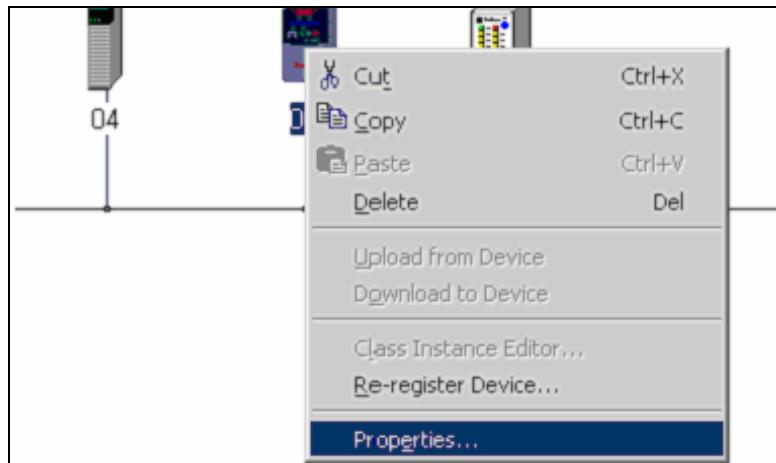

图 3-38 查看 PowerFlex 40 属性页
19. 鼠标右击 PowerFlex 40 图标，选择 Properties (属性)，如图 3-38 所示。